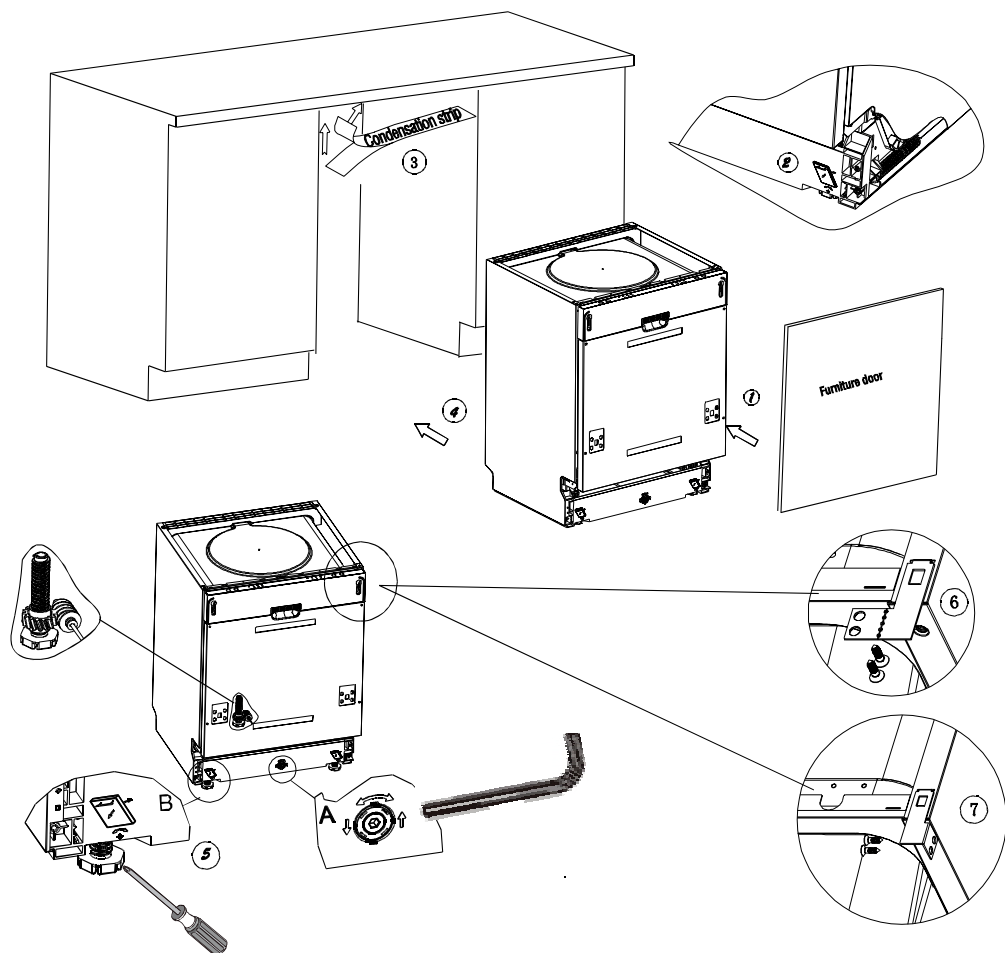

Рис. 7. Последовательность установки посудомоечной машины
1. Используя скобы, прикрепите декоративную дверцу от вашей мебели к дверце машины (см. п. 1 на рис. 7).
2. Отрегулируйте натяжение пружин дверцы при помощи торцевого ключа, поворачивая его по часовой стрелке для натяжения пружины и против часовой стрелки для того, чтобы ослабить пружины дверцы. Невыполнение данной операции может привести к повреждению посудомоечной машины (см. п. 2 на рис. 7).
6. Поместите посудомоечную машину на направляющие (см. п. 4 на рис. 7).
9. Выверните машину. Задние ножки можно регулировать винтами, расположенными спереди (см. п. 6а на рис. 7). С помощью ключа отрегулируйте передние ножки (см. п. 6в на рис. 7).
А. Если у Вас столешница из дерева или ДСП, прикрутите машину к ней шурупами по дереву, будьте осторожны, вес машины может вырвать шурупы из дерева (см. п. 7 на рис. 7).
В. Если у Вас мраморная или гранитная столешница используйте скобы, чтобы прикрепить машину к стенам соседней мебели, при этом необходимо закрыть винты резиновыми шляпками, чтобы не повредить столешницу (см. п. 8 на рис. 7).
2. Машина разработана так, чтобы пользователь мог регулировать ножки, используя винты в передней части (см. рис. 7).